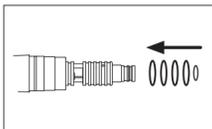

Fig. 41
- 3 Introduza o conjunto completo de anéis vedantes nas ranhuras correspondentes (Fig. 41).